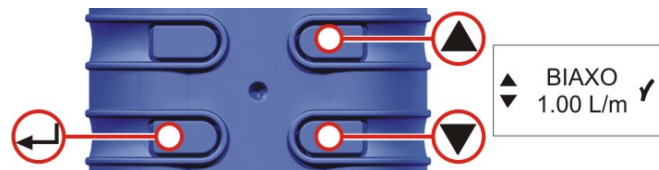

Figure 23 Tela de Ajuste Inferior
I. REGULAGEM DO PONTO DE AJUSTE INFERIOR (Fig. 23)